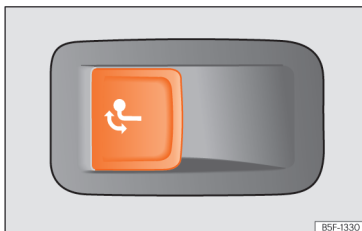

Abb. 206 Im Gepäckraum links: Taste zur Entriegelung der Anhängerkupplung.
- Ziehen Sie kurz an der Taste »» **Abb. 206**. Die Anhängerkupplung wird automatisch entriegelt und dreht selbsttätig heraus. Die Kontrollleuchte der Taste blinkt.
- Ziehen Sie kurz an der Taste »» **Abb. 206**. Die Anhängerkupplung wird elektrisch entriegelt.
- Wenn die Kontrollleuchte der Taste »» **Abb. 206** → *blinkt*, ist die Anhängerkupplung noch nicht vollständig eingerastet oder beschädigt »» ⚠.
- Wenn die Kontrollleuchte bei geöffneter Heckklappe »» **Abb. 206** → *dauerhaft leuchtet*, ist die Anhängerkupplung vollständig eingerastet, sowohl in eingezogener als auch in herausgeschwenkter Stellung.
»» **Abb. 206**, wenn ein Anhänger oder ein Gepäckträger oder anderes Zubehör auf der Anhängerkupplung eingehängt ist.